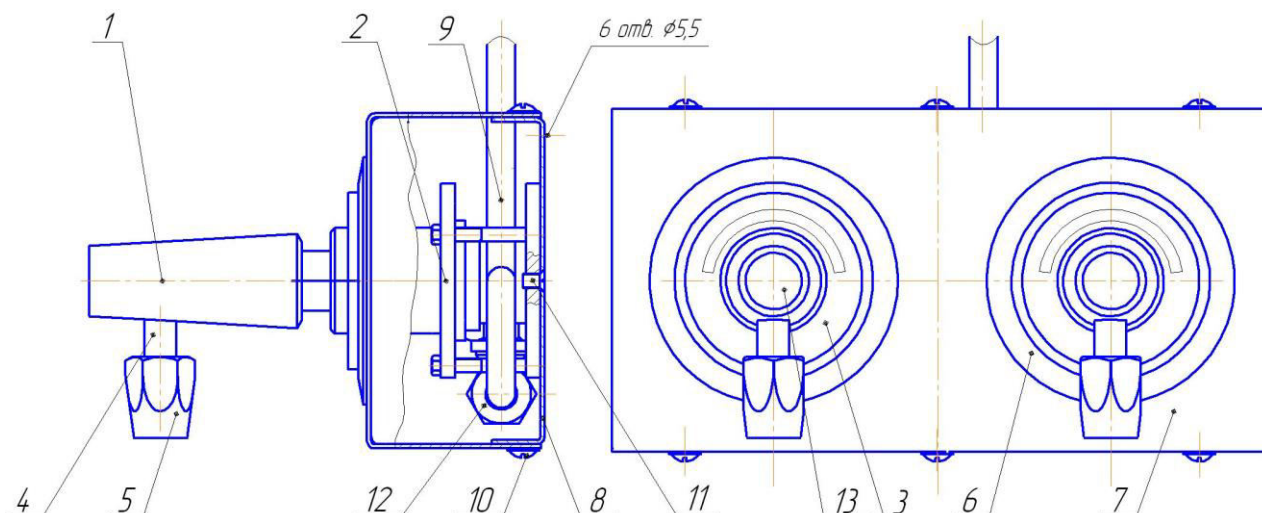

Рис.1 СКБ-1 ДЖЕТ 376 00 00 00
4.1 СКБ-1 в сборе (см. рис.1) состоит из двух штекеров газовых 1, двух клапанов газовых 2, коробки монтажной, состоящей из крышки 7 и основания 8, подводящей трубки 9 и тройника развода газа 10.
4.6. Для выключения СКБ-1 необходимо нажать до упора планку запорную 3 (см. рис.1) и вынуть штекер газовый 1 из клапана газового 2.
5.1 Для установки СКБ-1 см. рис.1 необходимо: